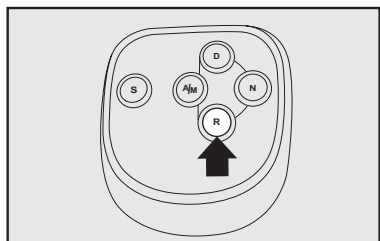

fig. 4
- Se for o caso de inserir a marcha a ré, pressionar o botão **R-fig. 4** após a partida do motor. O veículo deverá estar parado e com o pedal de freio pressionado.